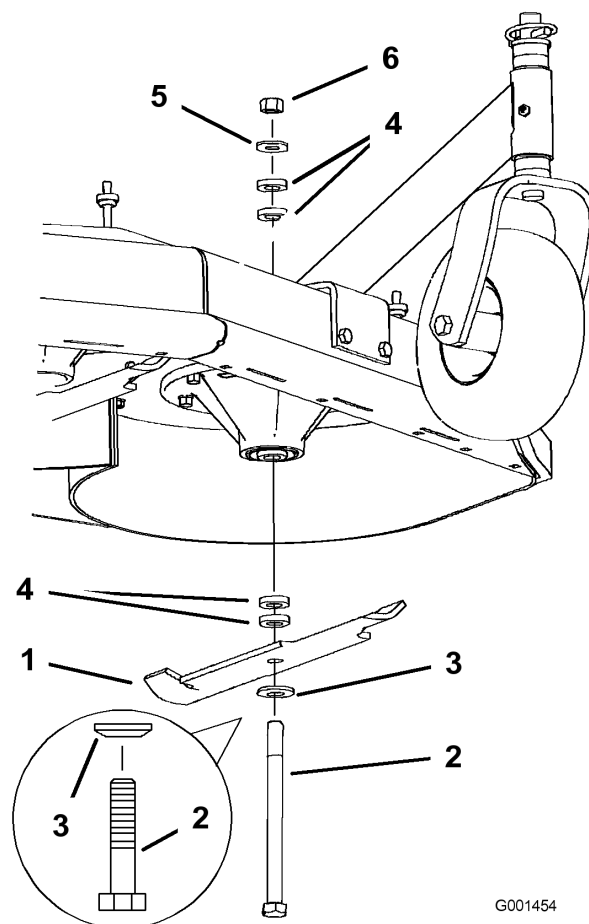

Figure 50
2. Enlevez de l'axe, l'écrou, le boulon de lame, la rondelle bombée, la lame, les entretoises et la rondelle mince (Figure 50).
1. Placez la lame sur le boulon et par dessus la rondelle conique. Choisissez le nombre d'entretoise(s) pour la hauteur de coupe, et insérez le boulon dans l'axe (Figure 50).